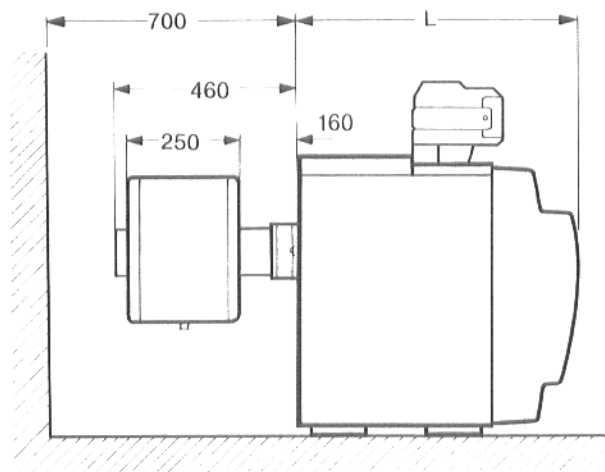

Fig. 23
14. Røkgasslyddemper (Fig. 23 og 24)